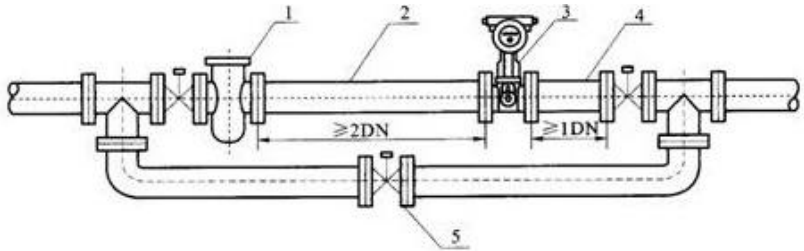

图 2-35 流量计的安装
- 为了不影响流体正常输送，建议按图 2-35 安装旁通管路，在正常使用时必须关闭旁通管道阀门